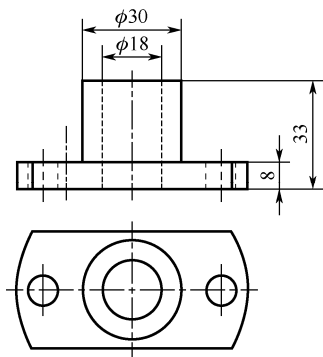

图 5-8 绘制铅垂圆柱主视图
(2)采用对象捕捉结合极轴追踪的方法绘制主视图上铅垂圆柱及孔的轮廓线,如图5-8所示。